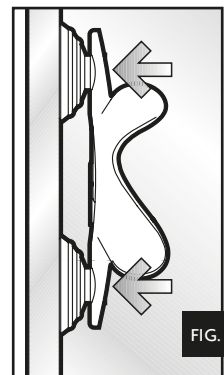

FIG. 3
- Clean the glass surface from algae etc. and press the suction cups firmly against the glass wall of the aquarium (fig. 3). Allow the heater to acclimatise to the temperature of your aquarium for about 30 minutes before plugging it in.
- Enlever les algues de l'endroit choisi et y fixer le chauffe-eau. Presser fermement les ventouses contre le verre pour les faire adhérer à la paroi de l'aquarium (fig. 3). Attendez 30 minutes avant de brancher la prise pour permettre au chauffe-eau de s'acclimater à la température de l'aquarium.